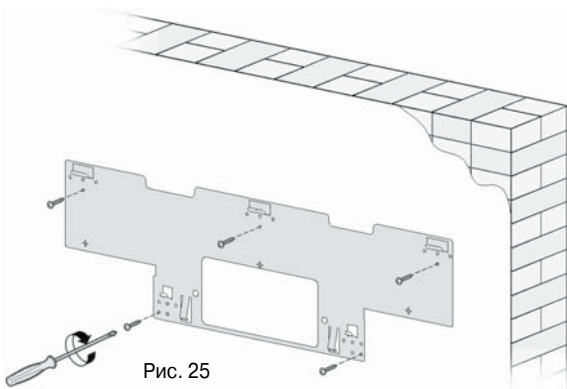

Рис. 25
- Закрепите стальную монтажную плату на стене с помощью винтов, входящих в комплект поставки агрегата (рис. 25).